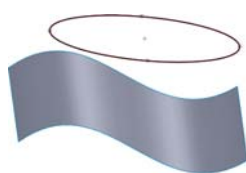

图 7-17 “面上草图投影曲线”文件
- 01 打开素材库中的“第 7 章/7-4 面上草图投影曲线.sldprt”文件，如图 7-17 所示。